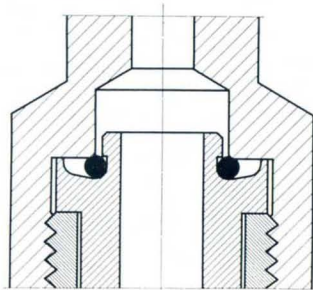
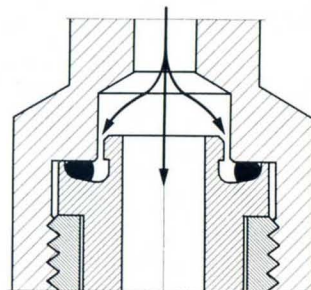

Abb. 8a
Abb. 8b
- 1.4.4. Die **Hochdruckanschlüsse** für die Preßluftflaschen sind mit einer durch den Druck dichtenden Abdichtung versehen. In Abbildung 8a ist ein Schnitt durch den in das Flaschenventil eingeschraubten Anschlußstutzen gezeigt. Der schwarz eingezeichnete Rundschnurring dichtet durch leichtes Anpressen im Ventilgehäuse ab. Sobald das Flaschenventil geöffnet wird, wirkt der Druck, wie in Abbildung 8b gezeigt, auf den Rundschnurring, der dadurch in die leicht konische Ausdehnung des Anschlußstutzens hineingepreßt wird und eine vollkommene Abdichtung herbeiführt. Gleichzeitig läßt der Anschluß sich nicht mehr lösen; erst wenn das Gerät vom Druck entlastet wird, kann die Handverschraubung leicht gelöst werden.